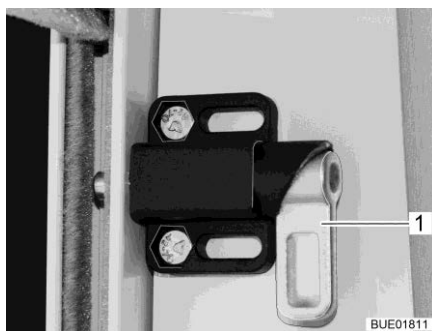

Fig. 104 Chiusura di sicurezza oscurante del parabrezza
- Ruotare verso l'alto la chiusura di sicurezza (Fig. 104,1) situata su ogni lato.
- Ruotare verso il basso la chiusura di sicurezza (Fig. 104,1) situata su ogni lato.